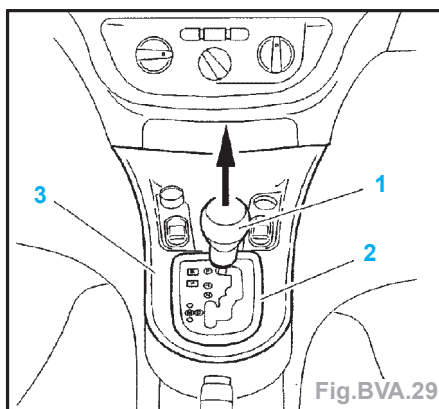
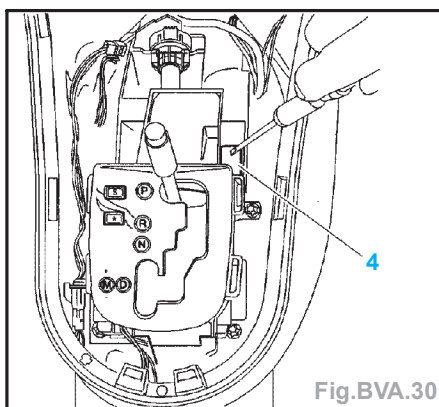

Fig.BVA.29
Fig.BVA.30
- Déposer (Fig.BVA.29) :
- le pommeau (1) du levier (tirer vers le haut),
- le cache (2) en le déclippant et le dessus de la console centrale (3).
- Déverrouiller le «shift-lock» (4) avec un tournevis (Fig.BVA.30).